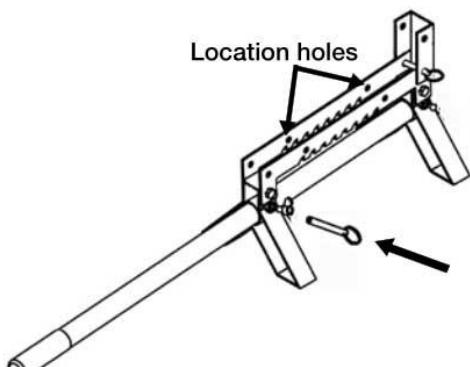

Figura 4
10. Inserte la manija a través de las patas y fíjela con un pasador de liberación (9,5x38 mm) como se muestra en la Figura 4.
Inserte el mango a través de las patas y fíjelo con un pasador de liberación (9,5x38 mm) como se muestra en la Figura 4.